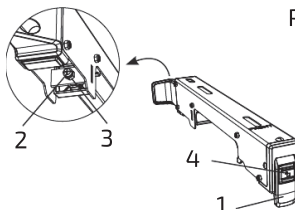

Рис. 14
Если монтажные кронштейны пилы скользят по верхним рельсам или их можно снять с верхнего рельса, когда эксцентриковые защелки кронштейна (1) находятся в закрытом состоянии, это означает, что необходимо затянуть регулировочные винты кронштейна (2). Если монтажные кронштейны пилы не устанавливаются на верхние рельсы, регулировочные винты кронштейнов следует ослабить (рис. 14).
1. Ослабить стопорную гайку (3), используя гаечный ключ на 10 мм (см. рис. 14).
2. Повернуть регулировочный винт (2) при помощи крестовой отвертки.